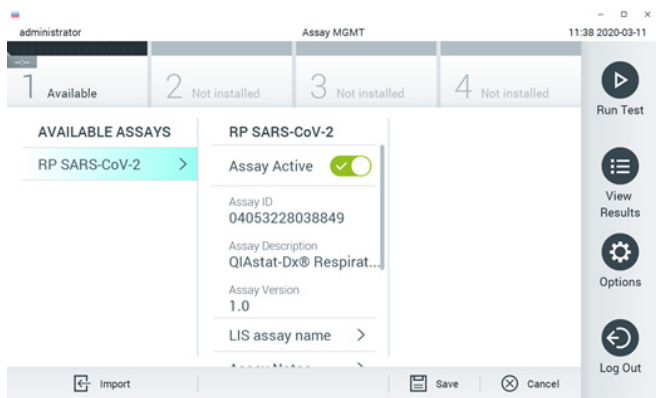

图 90. 激活检测。
7. 选择 **Assay Active**（检测激活）激活检测（图 90）。